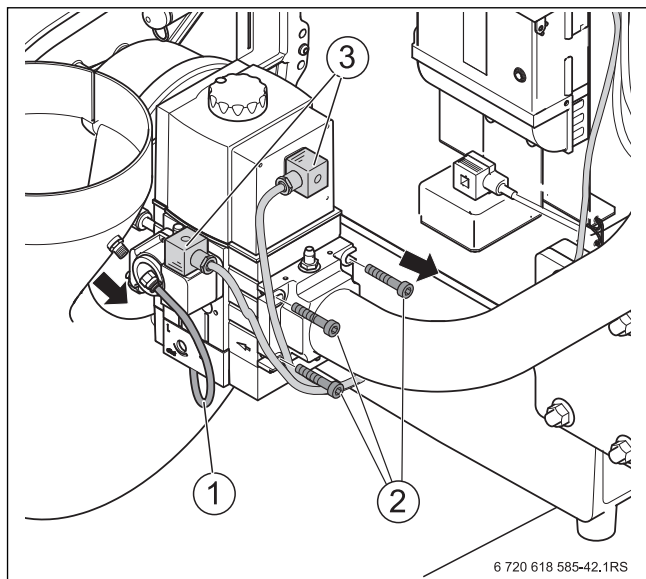

Bild 60 Anschlüsse Gasarmatur lösen
- Elektrische Verbindungen an der Gasarmatur und dem Gebläse lösen (→ Bild 60, Seite 40).